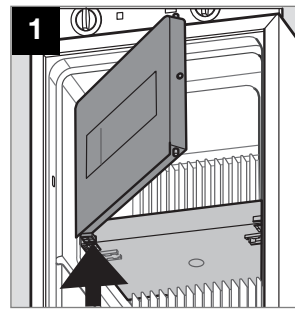

Fig. 22
- Frigjør fryseskuffdøren ved hjelp av en skru trekker (fig. 22).